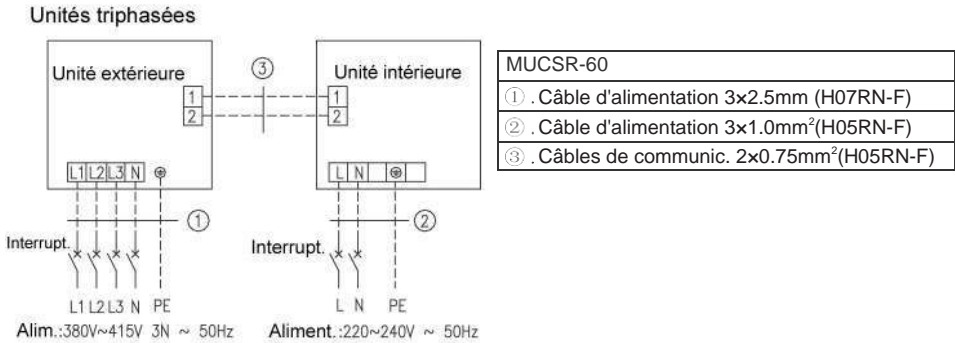

Fig.42
- ① . Le câble d'alimentation et le câble de la vanne d'air neuf sont à haute tension, tandis que les câbles de communication et du boîtier de commande câblé sont à basse tension. Ils doivent fonctionner séparément contre les interférences électromagnétiques.
- ② . Les lignes à haute tension et à basse tension doivent passer par différentes goulottes électriques.
- ③ . Ne groupez pas le câble de connexion du boîtier de commande câblé et celui de communication, ou placez-les en parallèle, au risque de dysfonctionnements.
- ④ . Les lignes à haute tension et à basse tension doivent être fixées séparément et solidement, avec de grands colliers internes pour celles à haute tension et de petits colliers pour celles à basse tension.
- ⑤ . Fixez solidement les câbles de connexion et les câbles d'alimentation des unit. intérieure et extérieure respectivement sur la plaque de connexion avec des vis. Une connexion incorrecte peut provoquer des incendies.
- ⑥ . Si le câble de connexion de l'unité intérieure (vers l'unité extérieure) et le câble d'alimentation sont mal installés, le climatiseur peut être endommagé.
- ⑦ . Connectez le câble de connexion de l'unité intérieure correctement selon les marquages correspondants, comme indiqué sur la Fig.42.
- ⑧ . Mettez l'unité intérieure et l'unité extérieure à la terre en connectant un fil de terre.
- ⑨ . Les unités doivent être mises à la terre conformément aux normes locales et nationales en vigueur.